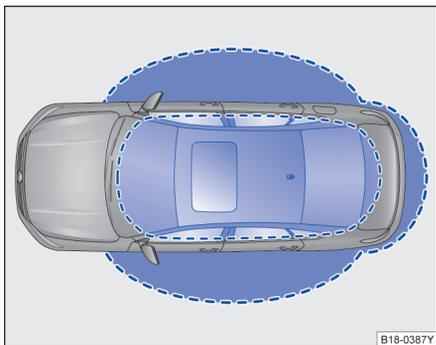
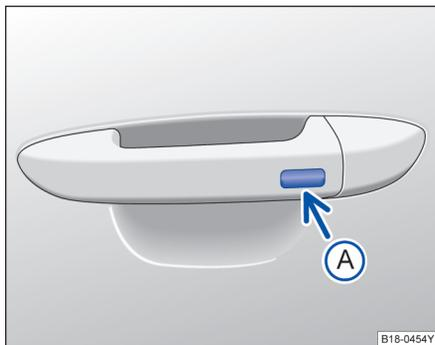

图 26 无钥匙进入闭锁/启动系统：工作范围
图 27 无钥匙系统 Kessy：车门拉手上的按键。
Kessy 是一种无钥匙系统，它可以实现在不操作遥控钥匙的情况下解锁或锁止汽车。操作者只需随身携带一把有效遥控钥匙，并处于车门或行李厢盖的有效感应区域内 \Rightarrow 图 26，同时按压车门拉手上的感应区之一 \Rightarrow 图 27 或按压行李厢盖上的按钮进行简单操作即可实现。
如果有一把有效遥控钥匙在接近范围 \Rightarrow 图 26 内，则无钥匙系统 Kessy 会将访问权限授予该钥匙。紧接着可以在不主动操作遥控钥匙的情况下执行以下功能：
- 按压门拉手的按键 \Rightarrow 图 27 (箭头 )。
- 按压门拉手的按键 \Rightarrow 图 27 (箭头 ) 一次。汽车锁止。
如果在行李厢盖的接近范围内 \Rightarrow 图 26 有一把有效的遥控钥匙。
如用另一把钥匙在车外闭锁轿车，则车内的钥匙将被锁止，无法启动发动机 \Rightarrow 第 52 页。如需使车内钥匙获得许可启动发动机，则可按压车内钥匙上的  按钮 \Rightarrow 图 26